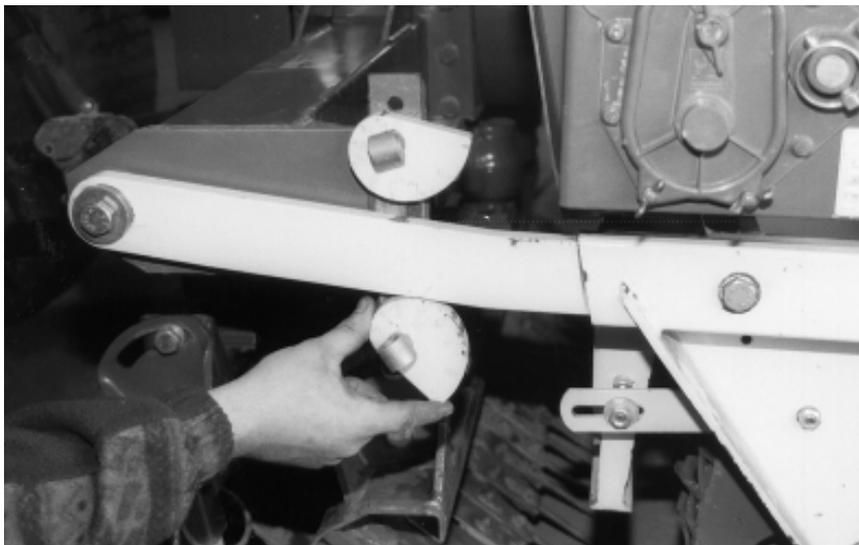

fig. 22
- girar las excéntricas inferiores hasta que los brazos de apoyo estén bloqueados (fig. 22/1),